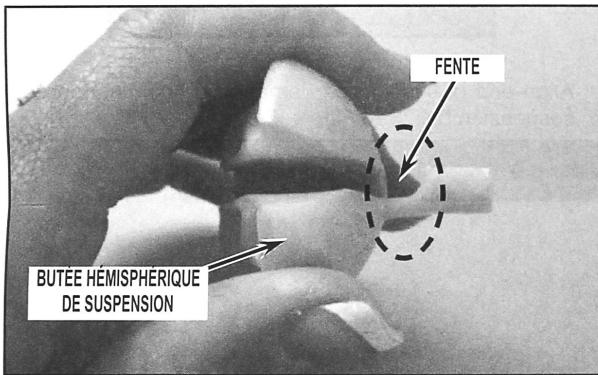

FIGURE 1
2. Tenir la butée hémisphérique de suspension sur le côté, fente vers le haut. Voir la Figure 1.